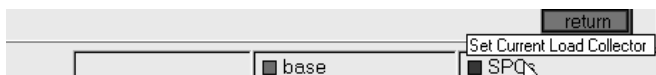

图 8-3 第 1 步窗口
(1) 单击位于 HyperMesh 状态栏右侧的 Set Current Load Collector, 在界面上列出了所有定义的载荷集, 如图 8-3 所示。